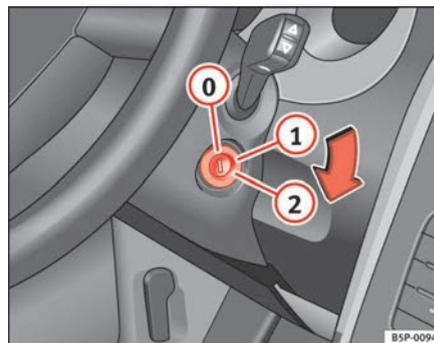

Fig. 116 Posizioni della chiave di accensione
In questa posizione ⇒ fig. 116 sia il motore che il quadro sono spenti e si può inserire il bloccasterzo.
- Girare la chiave fino alla posizione ⇒ pag. 160, fig. 116 . La spia  si accenderà nel caso di preincandescenza del motore.
- Girare la chiave fino alla posizione ⇒ pag. 160, fig. 116 .